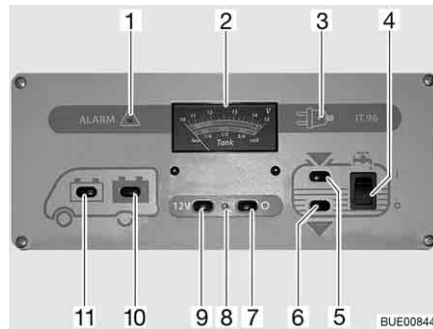

Bild 140 Panel IT 96-2
Med huvudbrytaren 12 V (Bild 140,7 och 9) kopplas panelen och bodelens 12 V-försörjning till eller från.
Slå på: ■ Tryck på knappen (Bild 140,9) "12 V": 12 V-försörjningen för bodelen är påslagen. Kontrolllampan (Bild 140,8) lyser grönt.
Slå från: ■ Tryck på knappen (Bild 140,7) "O": 12 V-försörjningen för bodelen är avstängd. Kontrolllampan (Bild 140,8) slocknar.
Med instrumentet V/tank (Bild 140,2) avläses den övre skalan. Instrumentets belysning tänds automatiskt när en knapp trycks in.
- Tryck på knappen (Bild 140,11) "🔋": Startbatteriets spänning visas.
- Tryck på knappen (Bild 140,10) "🔋": Bodelsbatteriets spänning visas.
På instrumentet V/tank kan vattennivån och avloppsvattennivån avläsas. På instrumentet V/tank (Bild 140,2) avläses den undre skalan. Instrumentets belysning tänds automatiskt när en knapp trycks in.
- Tryck på knappen (Bild 140,5) "": Vattenvolymen visas.
- Tryck på knappen (Bild 140,6) "": Avloppsvattenvolymen visas.
- Vippkontakten (Bild 140,4) trycks in upptill "I": Vattenförsörjningen är aktiverad.
- Vippkontakten (Bild 140,4) trycks in nedtill "O": Vattenförsörjningen är avstängd.
Den röda varningslampan "ALARM" (Bild 140,1) blinkar så snart spänningen i bodelsbatteri har sjunkit till under 11 V (mätning under pågående drift) och risk för djupurladdning föreligger.
Kontrollampan 12 V (Bild 140,8) lyser då huvudbrytaren 12 V (Bild 140,9) är inkopplad.
Den gula 230 V-kontrollampan (Bild 140,3) lyser när nätspänningen ligger på el-blockets ingång.